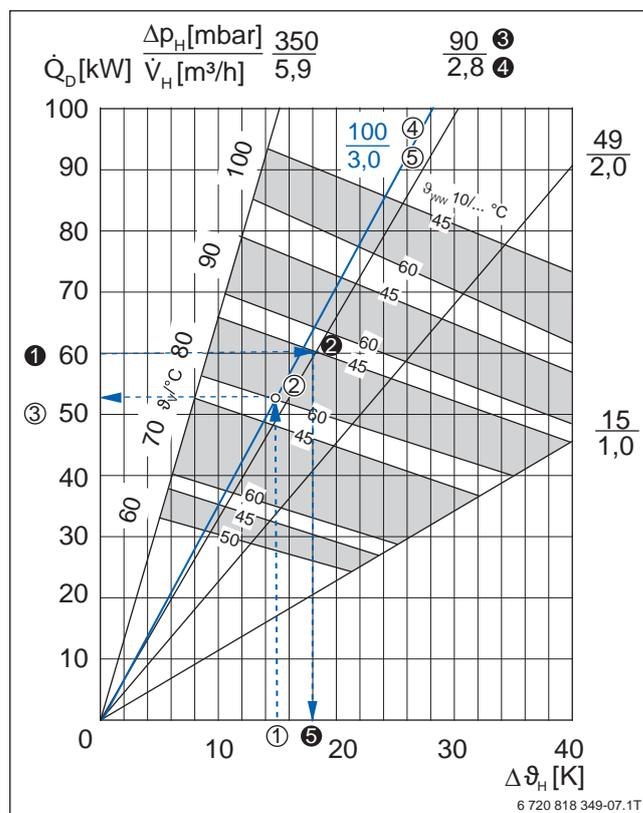

Bild 37 Dauerleistungsdiagramm für Logalux SU500.5 mit Hilfslinien für zusätzliche Werte; Beispiele blau hervorgehoben
- Heizwasser-Druckverlust und -Volumenstrom (→ Bild 37, Seite 53)
Ablesen (→ Bild 37)
Standardwerte sind in den Tabellen „WarmwasserLeistungsdaten“ des Speichers zu finden. Für spezielle Auslegungsfälle ist der Druckverlust aus dem Dauerleistungsdiagramm (ggf. interpolieren, → Bild 37, Seite 53) bzw. aus dem Druckverlustdiagramm in Abhängigkeit vom Volumenstrom abzulesen.